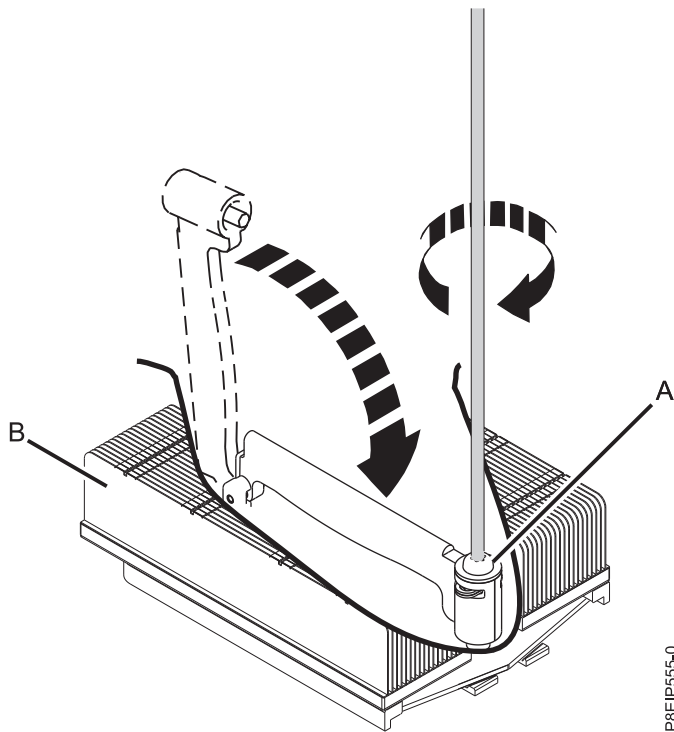

図 56. ロード・アームのねじを締める
11. ロード・アーム (A) をヒート・シンク (B) の上の所定の位置に移動し、#3 Phillips ドライバーでロード・アームのねじを締めます (図 56 を参照)。